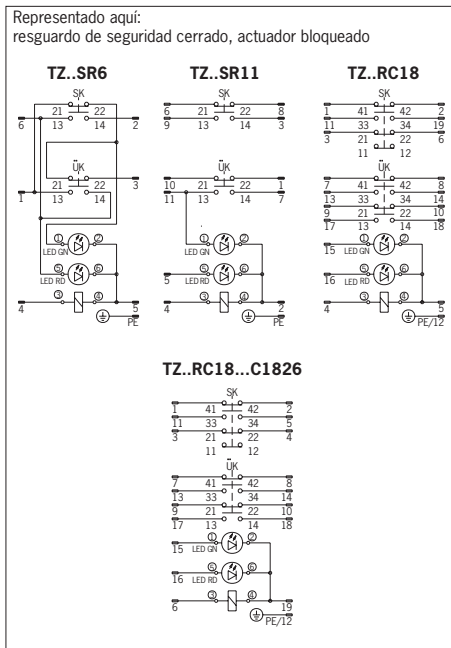

Figura 2a: asignación de conexiones
1) La función LED descrita en este manual de instrucciones corresponde al cableado estándar del modelo TZ...SR6 (véase la figura 2a: pin 1 = ⊕/pin 5 = ⊖/pin 2, 3, 6 al PLC).
- ▶ Consulte la asignación de conexiones en la figura 2a.